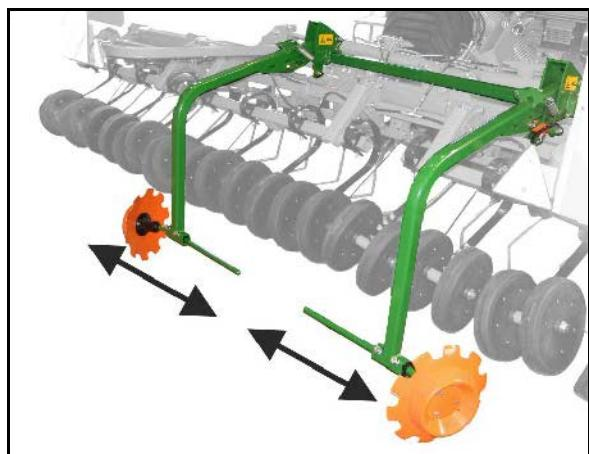

Fig. 58
- устройство переключения техколей закрывает в распределительной головке посредством заслонки (Рис. 58/1) подвод посевного материала к семяпроводам (Рис. 58/2) сошников техколеи;
Подача посевного материала к сошникам техколеи прерывается, как только электромотор (Рис. 58/3) закрывает соответствующие семяпроводы (Рис. 58/2) в распределительной головке.
Датчик (Рис. 58/4) проверяет, надлежащим ли образом работают заслонки (Рис. 58/1), открывающие и закрывающие семяпроводы (Рис. 58/2).